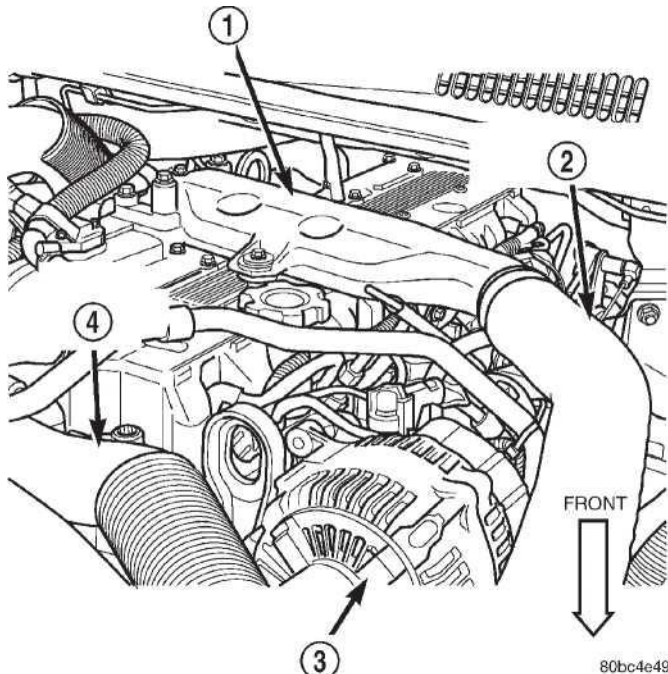
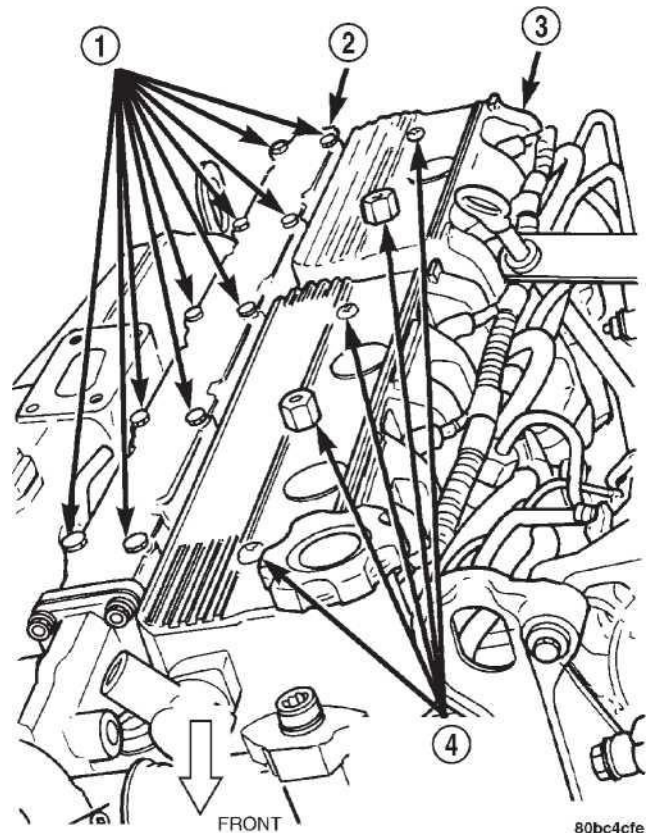
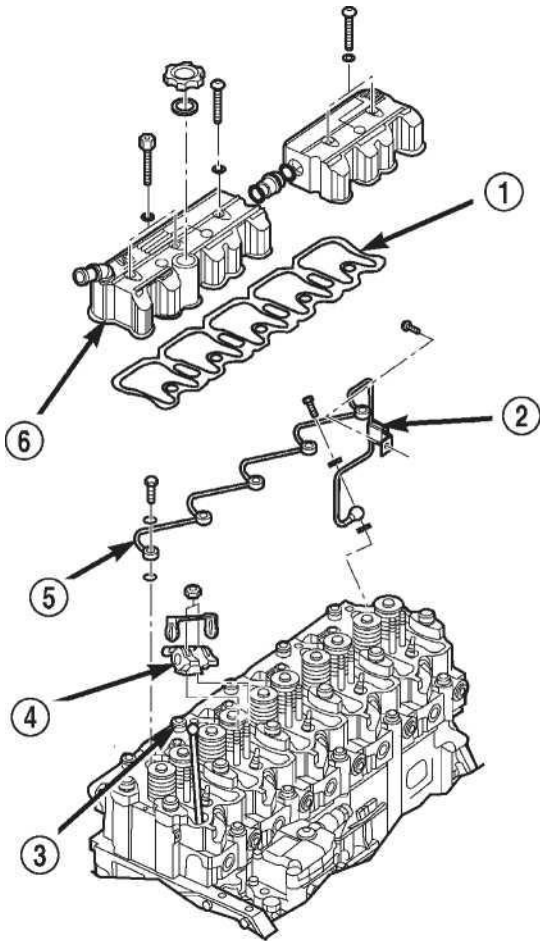

Рис. 46 Колено впускного коллектора
Рис. 47 Покрытие головки
Рис. 48 Демонтаж покрытия головки цилиндра
(5) Удалите стопорный болт линии хладагента низкого давления и удалите линию из компрессора. Покройте оба открытия.
(6) Удалите левую опору двигателя throughbolt гайка. Не удаляйте болт в это время.
(7) Понижьте транспортное средство на подъемник.
(8) Демонтируйте входной шланг колена впускного коллектора (Рис. 46).
(9) Удалите колено впускного коллектора (Рис. 46).
(10) Удалите охлаждающий стопорный болт опорного кронштейна линии из покрытия головки цилиндра и расположите охлаждающую линию из пути.
(11) Разъедините (5) электрические разъемы запальной свечи и расположите монтажный жгут из пути.
(12) Удалите шланг сапуна Картера из передней стороны покрытия головки цилиндра.
(13) Удалите стопорные болты покрытия головки цилиндра (Рис. 47) (Рис. 48).
(14) Удалите топливный фильтр / водные стопорные гайки сепаратора и расположите сборку фильтра из пути.
(15) Расположите домкрат под масляным поддоном. Удостоверьтесь, что поместили кусок дерева между домкратом и масляным поддоном.
(16) Немного, повысьте вес прочь левой опоры двигателя, пока левый сквозной болт опоры двигателя не сможет быть удален.
(17) Используя домкрат, понизьте сборку двигателя, пока покрытие головки цилиндра не сможет быть удалено из транспортного средства.
- (1) Установите покрытие головки цилиндра и прокладку. Закрутите болты к 15 N-m (133 в. lbs.) (Рис. 47) (Рис. 48).
- (2) Используя домкрат, повысьте сборку двигателя, пока левая опора двигателя throughbolt не сможет быть установлена.
- (3) Демонтируйте домкрат и установите топливный фильтр / водный сепаратор.
- (4) Соедините шланг сапуна картера с передней стороной покрытия головки цилиндра.
- (5) Соедините (5) электрические разъемы запальной свечи (Рис. 47).
- (6) Расположите охлаждающую линию и установите стопорный болт.
- (7) Установите колено впускного коллектора (Рис. 46).
- (8) Установите входной шланг колена впускного коллектора (Рис. 46).
- (9) Повысьте транспортное средство на подъемнике.
- (10) Установите левую опору двигателя throughbolt гайка. Закрутите гайку к 61 N-m (45 футов lbs.).
- (11) Установите линию хладагента низкого давления и стопорный болт. Закрутите болт к 28 N-m (21 фут lbs.). Убедитесь, что кольцевое уплотнение уплотнения хорошо смазано и не содержит слез.
- (12) Установите передний щит всплеска.
- (13) Понижьте транспортное средство на подъемник.
- (14) Соедините отрицательный аккумуляторный кабель.